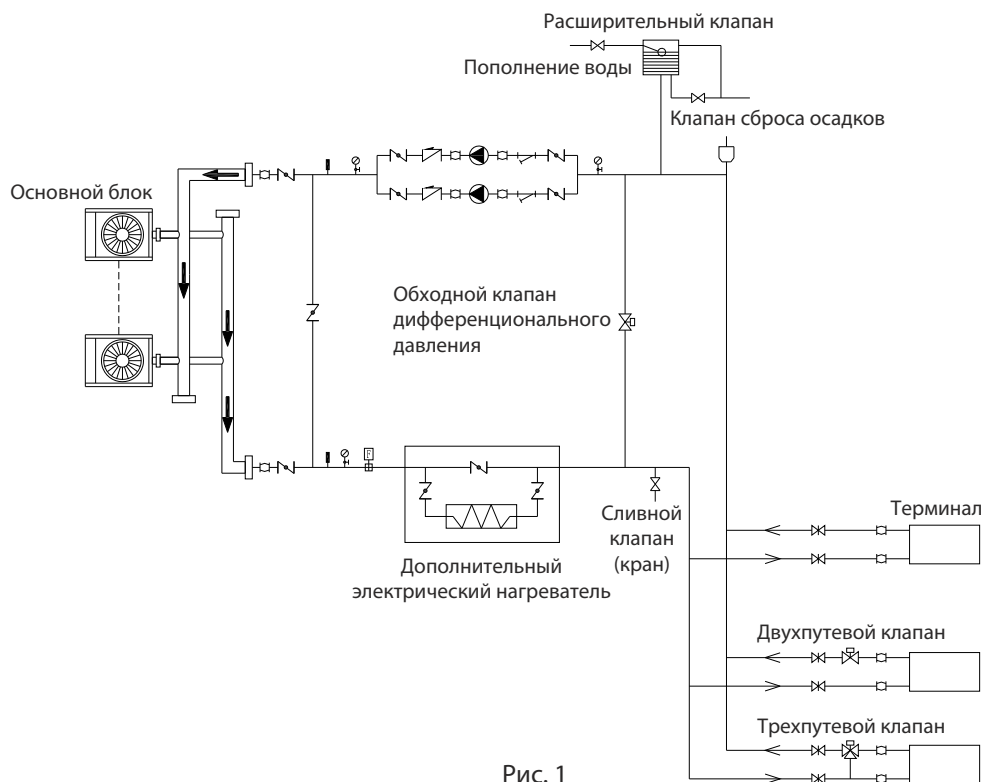
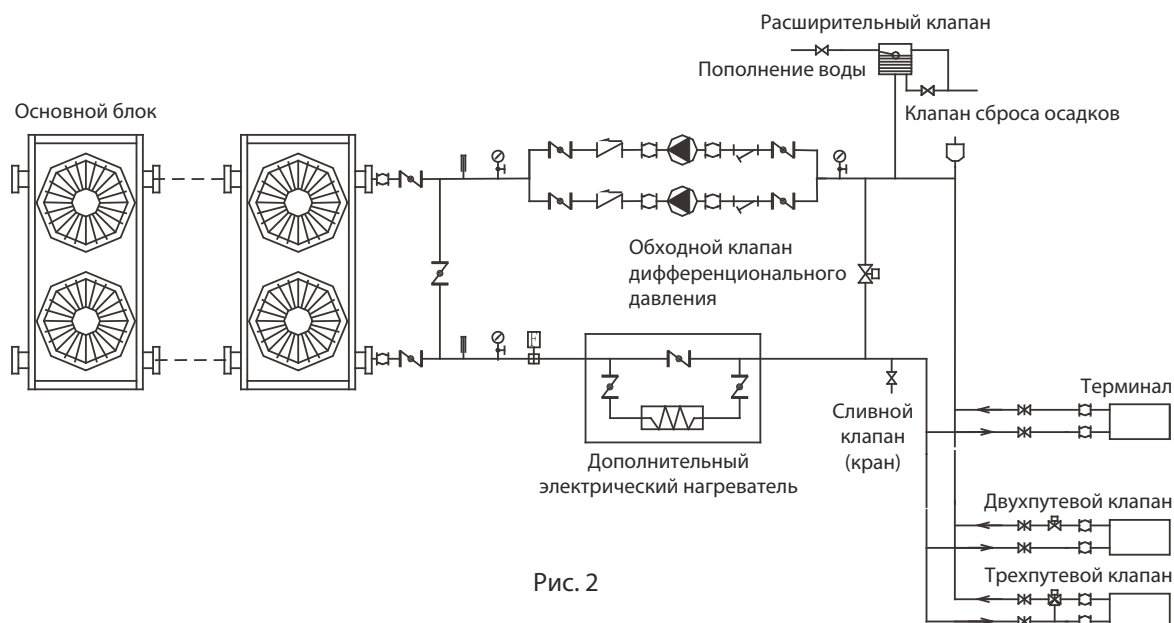
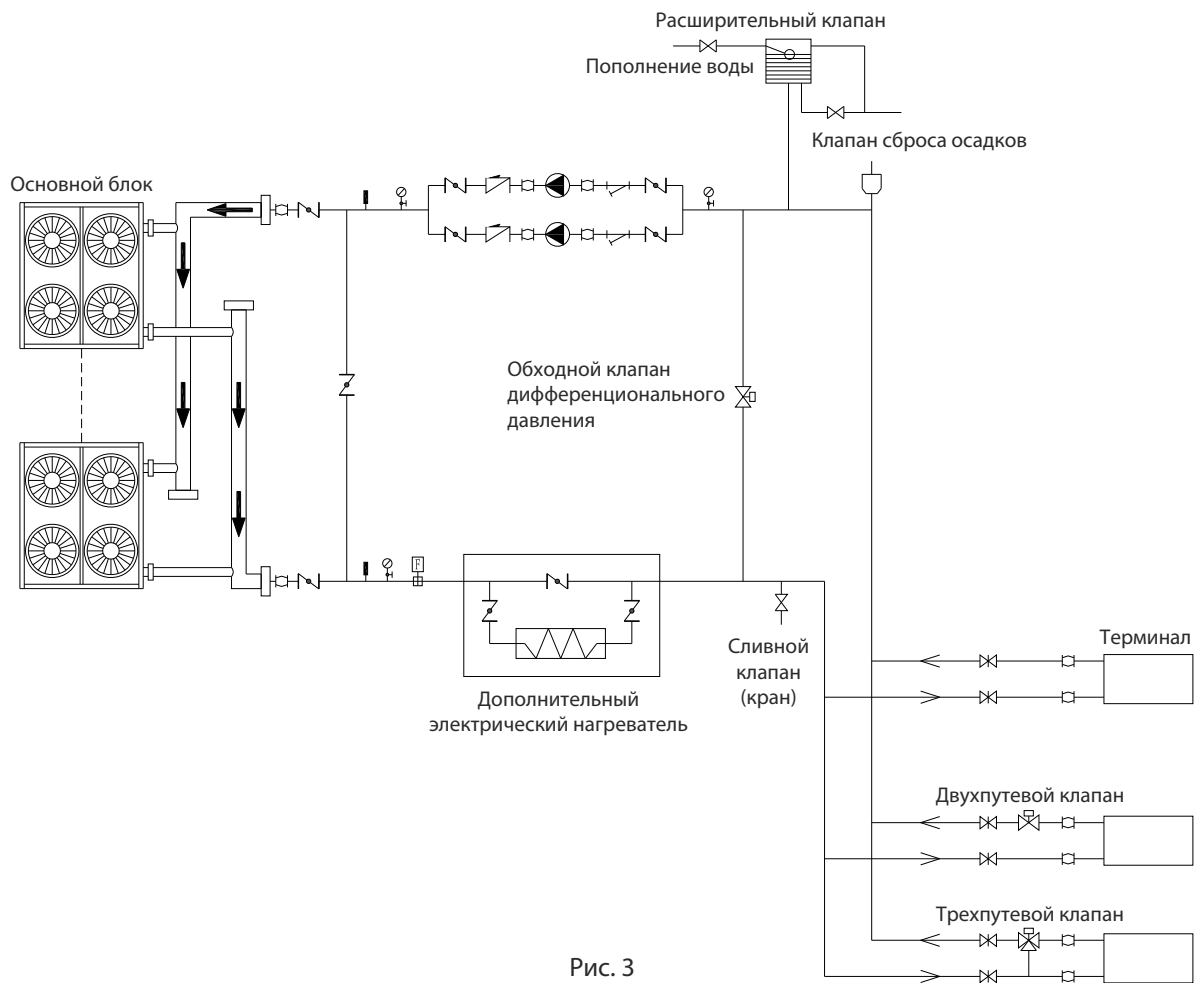

Рис. 1
Рис. 2
Рис. 3
- h. Обводные (байпас) трубы и клапаны, как показано на рис.1, рис. 2 и рис. 3 должны быть установлены для теплообменника, чтобы облегчить очистку внешней системы водяного прохода до регулировки блока. Во время технического обслуживания, водопровод теплообменника может быть отрезан, не нарушая работу других теплообменников.